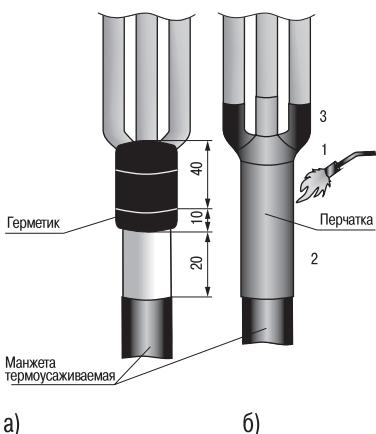

Рисунок 8
4.23 Обмотать длинную ленту герметика по краю металлической оболочки с заходом на 10 мм на оболочку и вверх на 40 мм по жилам кабеля, удаляя разделительную бумагу (рисунок 8а).
4.24 Сблизить жилы кабеля. Надеть перчатку с усилием до упора в изолированный «корешок» разделки кабеля. Усадить перчатку, начиная от основания пальцев перчатки, вкруговую, затем в направлении оболочки. Важно, чтобы основание перчатки было усажено на ранее установленную термоусаживаемую манжету. В последнюю очередь усадить пальцы перчатки на жилах кабеля. После усадки перчатка должна плотно облегать манжету и трубки на жилах кабеля, а по торцам основания перчатки и пальцев должен быть виден выступивший расплавленный клей (рисунок 8б).